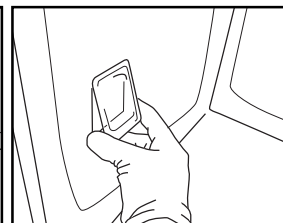

Fig. 11
5. Réinstallez le capot de l'ampoule en le poussant contre la paroi, de façon à l'accrocher correctement (Fig. 11).